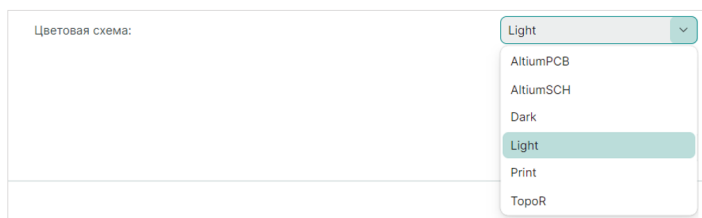

Рис. 80 Выбор цветовой схемы редактора
- «Цветовая схема» – выбор цветовой схемы редактора, см. Рис. 80.